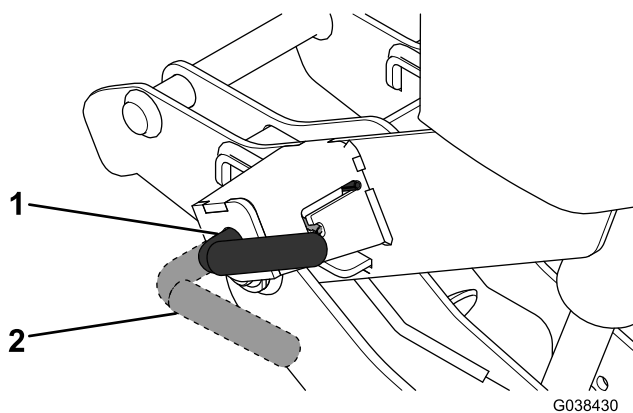

Figure 21
- Tout en appliquant une pression vers le haut sur la poignée d'accouplement, tournez les leviers sur les accouplements à la position ARRÊT (Figure 21).